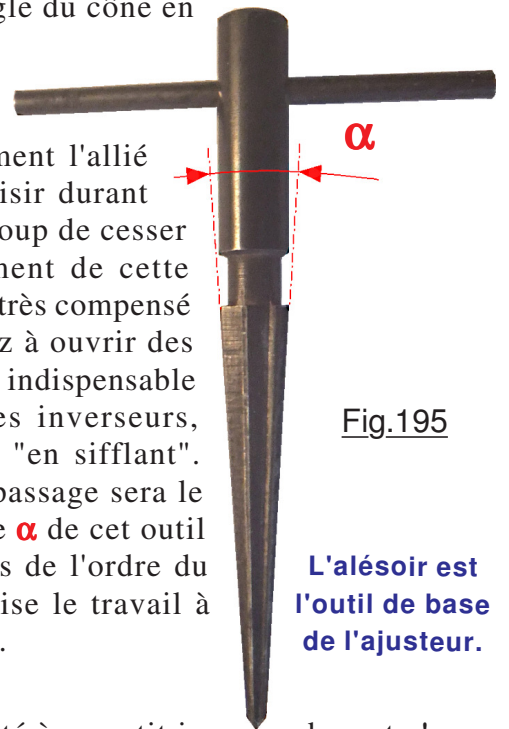

Fig.195
L'alésoir de la Fig.195 est probablement le plus couteux des trois compères. Quel qu'en soit le tarif annoncé sur l'étagère de la boutique, faites-en l'acquisition. C'est assurément l'allié totalement indispensable qui accompagnera vos heures de loisir durant toute votre vie de bricoleur invétéré. Franchement ça vaut le coup de cesser de fumer pendant deux mois pour économiser le financement de cette merveille. L'investissement consenti lors de l'achat sera très très très compensé par la précision obtenu avec cet alésoir quand vous chercherez à ouvrir des orifices circulaire avec des diamètres vraiment précis. Hors c'est indispensable pour réaliser les façades de nos coffrets électroniques. Les inverseurs, potentiomètres et autres LEDs doivent traverser les plaques "en sifflant". Quand aux boutons poussoir des claviers, un jeu minimal de passage sera le garant d'une esthétique soignée. L'angle d'ouverture très faible  $\alpha$  de cet outil autorise sur la réalisation des trous, facilement des précisions de l'ordre du dixième de millimètre. Son faible diamètre d'amorçage autorise le travail à partir d'orifices aussi petits que des trous de 3mm de diamètre.
**G) Avec l'alésoir de la Fig.195 on circularise parfaitement l'orifice,**